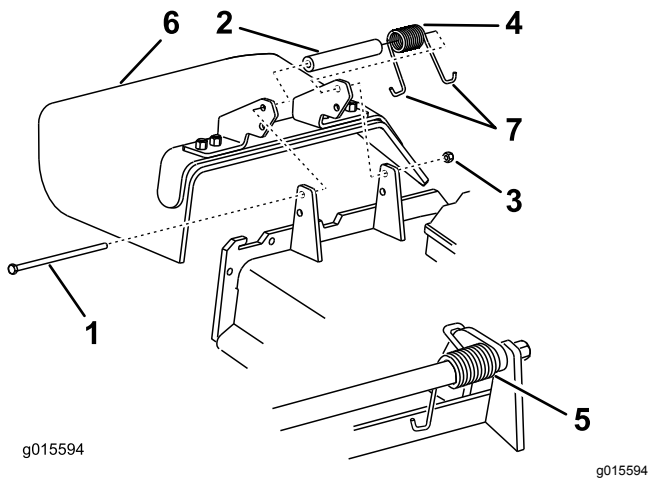

Figura 102
- Retire la contratuerca, el perno, el muelle y el espaciador que sujetan el deflector a los soportes de pivote (Figura 102).
Nota: Asegúrese de colocar un extremo en **J** del muelle detrás del reborde de la carcasa antes de instalar el perno, según se muestra en Figura 102.
5. Coloque un extremo con gancho en **J** del muelle alrededor del deflector de hierba (Figura 102).